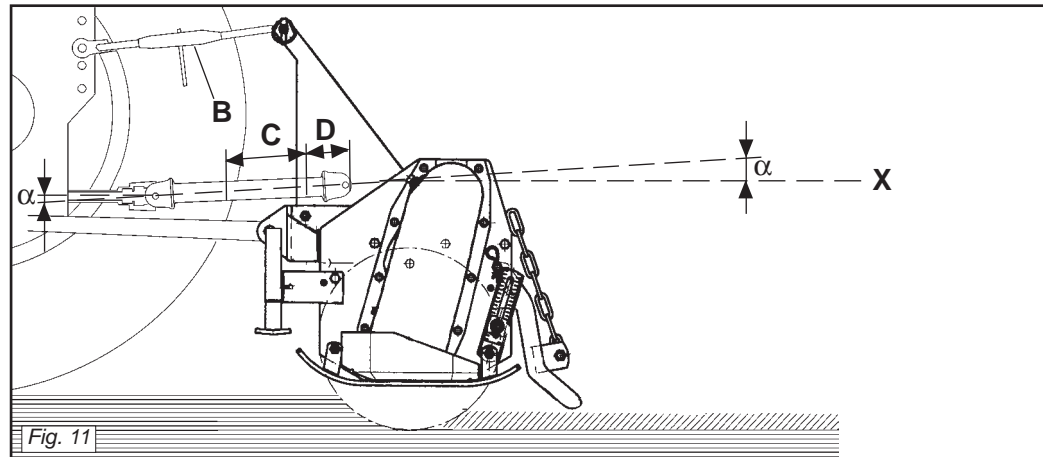
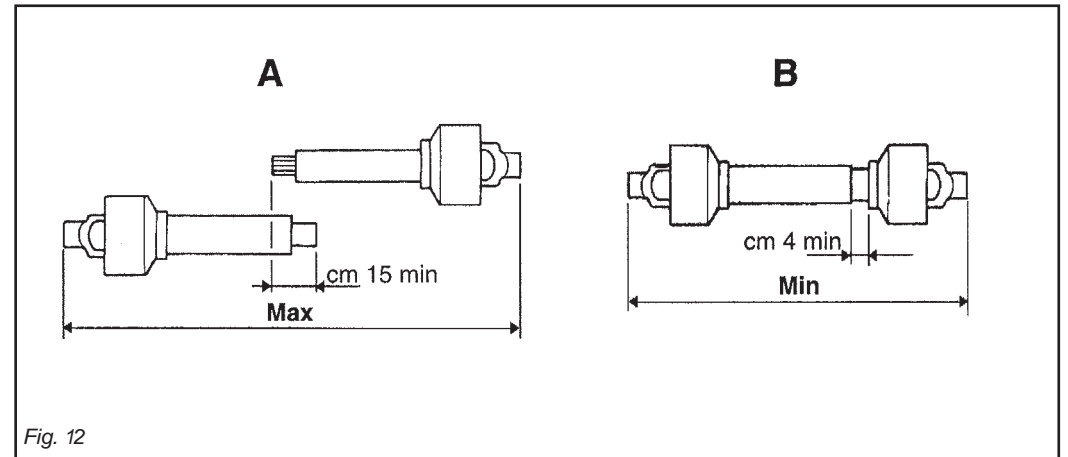

Fig. 11
Fig. 12
Per fare ciò aumentare o diminuire la lunghezza della barra superiore dell'attacco (B Fig. 11) in modo da portare l'asse (X Fig. 11) della ghiera scanalata della scatola parallela al suolo.
To achieve this, increase or decrease the length of the top bar of the hitch (B Fig. 11) so as to set the axis (X Fig. 11) of the housing's grooved ring nut parallel to the ground.
Pour obtenir cette condition augmenter ou diminuer la longueur de la barre supérieure de l'attelage (B Fig. 11) de manière à ce que l'axe (X Fig. 11) de la bague cannelé de la boîte soit parallèle au sol.
Um dies zu erhalten, die Länge der oberen Kupplungsstange (B Abb. 11) erhöhen oder verringern, bis die Achse (X Abb. 11) der Keilmutter des Gehäuses parallel zum Boden steht.
Para ello aumentar o disminuir la longitud de la barra superior del enganche (B Fig. 11) en modo de llevar el eje (X Fig. 11) de la tuerca ranurada de la caja paralela al terreno.
- I due angoli (α Fig. 11) formati dalle assi delle forcelle e l'asse dei tubi scorrevoli saranno uguali e non dovranno superare i 10°.
- La copertura (C Fig. 11) dei tubi scorrevoli deve essere di 15 cm minimo (Fig. 12).
- I due tubi dell'albero di trasmissione a cardano non si devono ricoprire completamente, una corsa di sicurezza (D Fig. 11) di 4 cm minimo deve sussistere.
- Gli angoli (α Fig. 11) dei cardani non devono essere superiori a 40° (Fig. 11).
- The two angles (α Fig. 11) formed by the fork axes and the axis of the sliding tubes will be equal and must not exceed 10°.
- The sliding tubes (C Fig. 11) must overlap by at least 15 cm (Fig. 12).
- The two tubes of the driveline shaft must not fully overlap. There must always be a safety travel (D Fig. 11) of at least 4 cm.
- The angles (α Fig. 11) of the drivelines must not exceed 40° (Fig. 11).
- Die beiden Winkel (α Abb. 11), die aus den Achsen der Gabeln und der Achse der Gleitrohre bestehen, müssen gleich groß sein und dürfen auf keinen Fall größer als 10° sein.
- Die Überdeckung (C Abb. 11) der Gleitrohre muss mindestens 15 cm ausmachen (Abb. 12).
- Die beiden Rohre der Gelenkwelle dürfen sich nicht ganz überdecken. Es muss noch einen Sicherheitshub (D Abb. 11) von mindestens 4 cm geben.
- Die Winkel (α Abb. 11) der Gelenkwellen dürfen nicht größer als 40° sein (Abb. 11).
- Les deux angles (α Fig. 11) formés par les axes des fourches et l'axe des tubes coulissants doivent être identiques et ne doivent pas dépasser 10°.
- La couverture (C Fig. 11) des tubes coulissants doit être au minimum de 15 mm (Fig. 12).
- Les deux tubes de l'arbre de transmission à cardans ne doivent pas se recouvrir complètement, il doit rester une course de sécurité (D Fig. 11) de 4 cm au minimum.
- Les angles (α Fig. 11) des cardans ne doivent pas être supérieurs à 40° (Fig. 11).
- Los dos ángulos (α Fig. 11) formados por los ejes de las horquillas y el eje de los tubos corredizos serán iguales y deberán superar los 10°.
- La cobertura (C Fig. 11) de los tubos corredizos debe ser como mínimo de 15 cm (Fig. 12).
- Los dos tubos del árbol de transmisión de cardán no se deben cubrir completamente, debe quedar una carrera de seguridad (D Fig. 11) de 4 cm como mínimo.
- Los ángulos (α Fig. 11) de los cardanes no deben ser superiores a 40° (Fig. 11).
Quando esso è inserito al massimo, il gioco minimo consentito deve essere di 4 cm. (Fig. 12).
When fully inserted, the minimum play must be 4 cm. (Fig. 12).
Quand il est entièrement rentré, le jeu minimum admissible doit être de 4 cm. (Fig. 12).
Wenn die beiden Teile ganz zusammengeschoben sind, muß das kleinstmögliche Spiel 4 cm ausmachen. (Abb. 12).
Quando está inserido al máximo, el juego mínimo permitido debe ser de 4 cm. (Fig. 12).